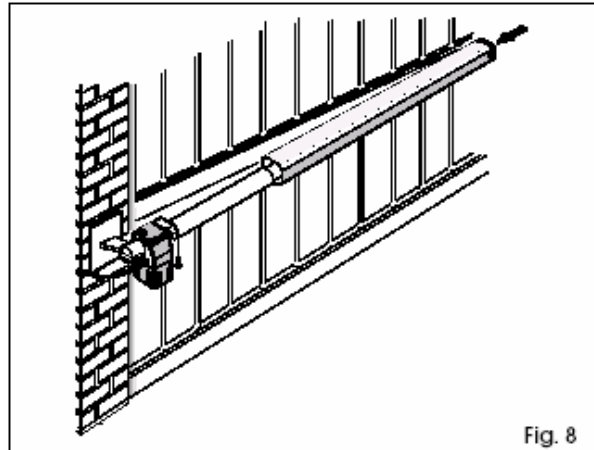
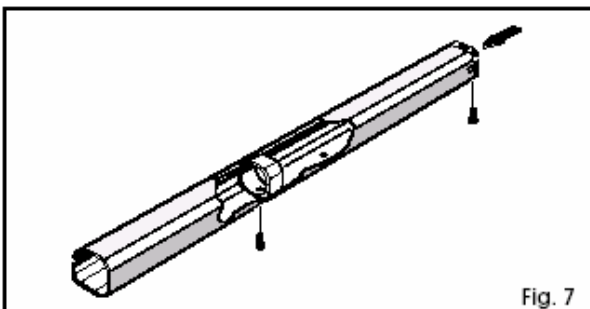

Fig. 8
Fig. 7
(1) Het is raadzaam alle bevestigingspennen van de bevestigingen in te vetten.
(2) Als lassen niet mogelijk is, kunnen de platen van de voorste en achterste bevestiging geschikt eventueel worden vastgezet met schroeven en pluggen.
12) Bereid de beschermkap (fig. 7) voor en breng hem aan op de aandrijving, zoals op fig. 8.
Nota bene : zet de geleidering van de kap op de opening die het verst verwijderd is van de sluitdop (fig. 7).